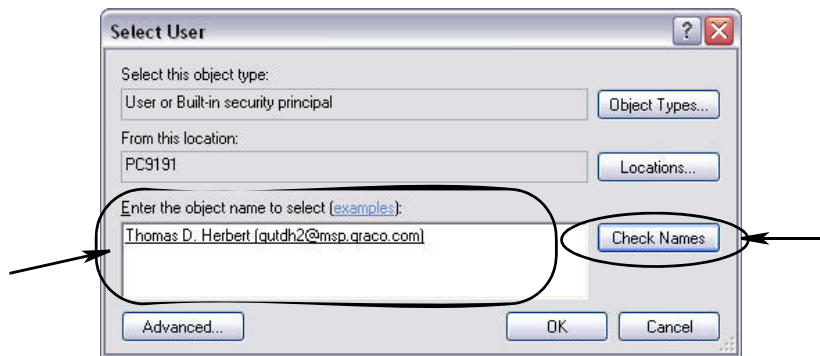

FIG. 59
- h. Aparecerá el cuadro de diálogo que se representa en la FIG. 59. En el campo “Introduzca el nombre del objeto que desea seleccionar”, introduzca su nombre de usuario. Después haga clic en el botón Comprobar nombres.